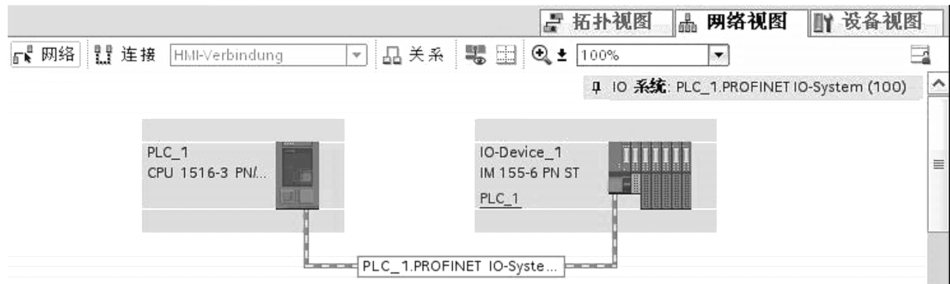

图 7-27 将 I/O 设备分配给 I/O 控制器
3) 配置完 I/O 模块后, 返回网络视图, 将鼠标指针移动到 I/O 设备 IM155 -6 PN ST 的接口上, 按住鼠标左键, 移动鼠标指针, 此时指针将使用联网符号来指示“联网”模式。与此同时, 可以看到指针上出现锁型符号。指针移到 I/O 控制器的接口上时, 该锁型符号才消失, 结果如图 7-27 所示。